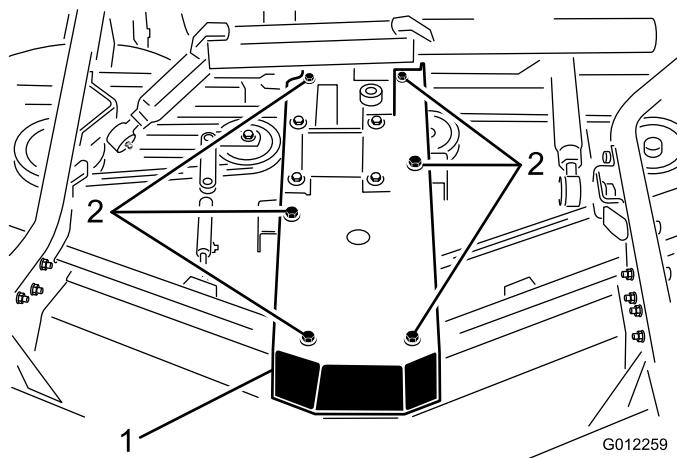

Figura 23
3. Togliete le viti a testa cilindrica e i dadi che fissano la piastra della scatola degli ingranaggi ai canali del piatto (Figura 23). Sollevate la piastra della scatola degli ingranaggi dai canali del piatto e appoggiate la sopra il piatto stesso.